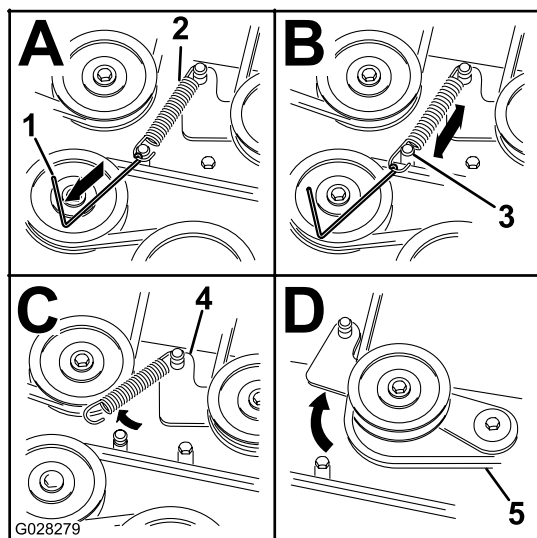

Bild 75
8. Entfernen Sie die Spannscheibenfeder mit einem Werkzeug zur Federentfernung (Toro Bestellnummer 92-5771) von der Mähwerkstrebe, um die Spannung von der Spannscheibe zu nehmen (Bild 75).
11. Verlegen Sie den neuen Riemen um die Mähwerk- und Bremsspannscheiben unter dem Motor (Bild 75).
12. Setzen Sie die Spannscheibenfeder mit einem Werkzeug zur Federentfernung (Toro Bestellnummer 92-5771) auf die Mähwerkstrebe, um die Spannscheibe und den Mähwerkriemen zu spannen (Bild 75).